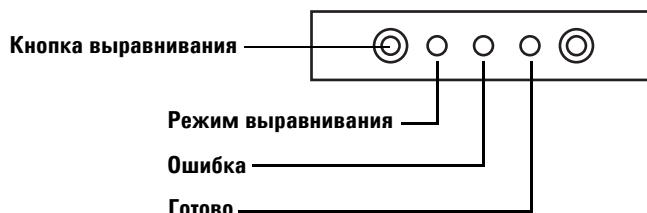

Рис. 78 Выравнивание лотка проб
- 1 С помощью длинного, узкого предмета (например, ручки) нажмите утопленную кнопку выравнивания слева от индикаторов. Не прикасайтесь к любым другим элементам, расположенным сзади или вокруг кнопки в утопленном отверстии (Рис. 78).